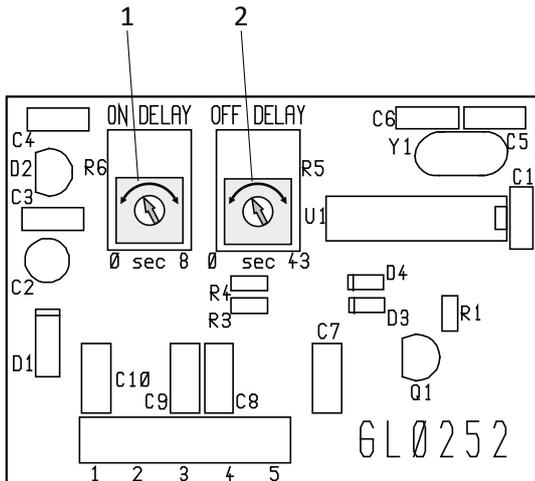

Abbildung 47: Platine in der Fernbedienung
- ⇒ Klappen Sie den Deckel auf. Auf der Platine befinden sich die beiden Einstellpotenziometer, siehe **Abbildung 47**.